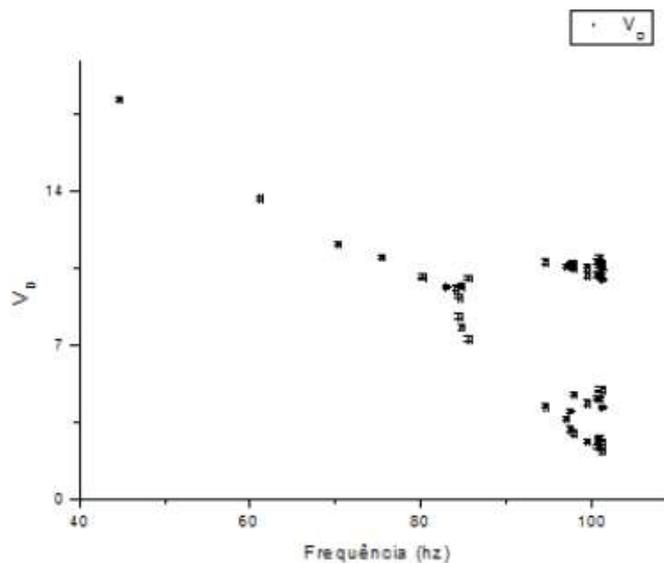
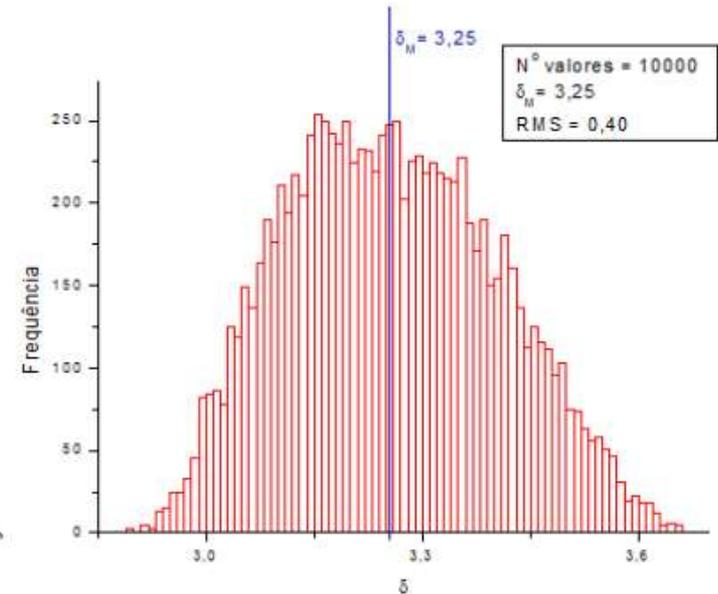

Figura 2: A figura acima mostra o diagrama de bifurcação da tensão no diodo.
Figura 3: A figura acima mostra o histograma da frequência em função de δ utilizando 10000 valores
as três primeiras regiões de bifurcação como mostra a figura 2 abaixo. Gerando valores com distribuição uniforme¹ entre os pontos antes e pós bifurcação, foi utilizado o método de Monte Carlo para obter o valor da constante de Feigenbaum fazendo uma aproximação da equação 4; o histograma de δ está ilustrado na figura 3 com o respectivo valor médio e o RMS.
Da figura 2 obteve-se os três primeiros valores médios de bifurcação: $f_1 = 84,33(20)$, $f_2 = 97,30(26)$ e $f_3 = 100,41(13)$. Como mostra a figura 3, tem-se que o valor médio da constante obtido foi $\delta_M = 3,25$ e RMS = 0,40. O valor não é compatível com o da literatura² o que indica que a utilização dos apenas três primeiros valores de R, devido a limitação dos equipamentos utilizados, não é uma aproximação suficiente de (4).
A figura 2 mostra que utilizar a distribuição gaussiana para estimar os valores de incerteza da constante de Feigenbaum é apenas uma aproximação e que deve-se utilizar a distribuição uniforme.